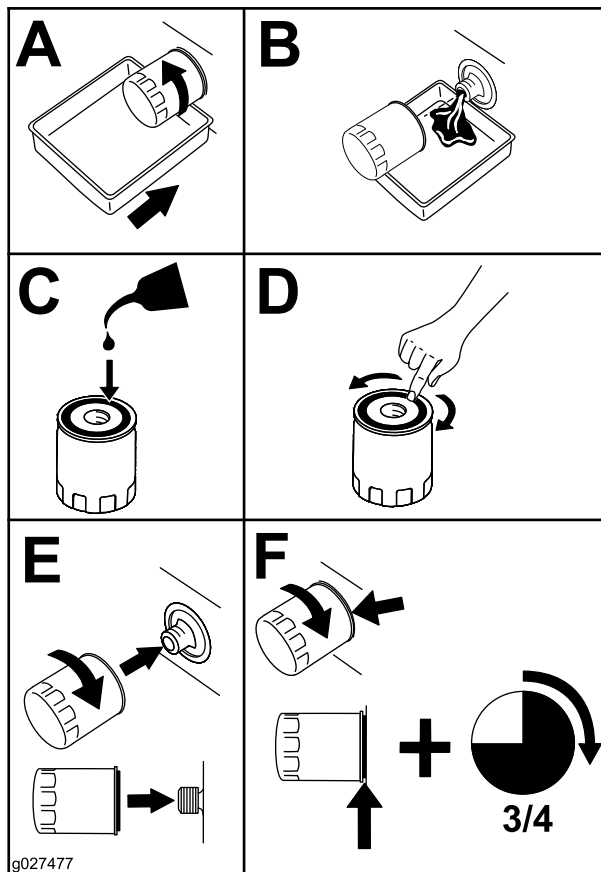

Bild 46
2. Wechseln Sie den Motorölfilter (Bild 46).